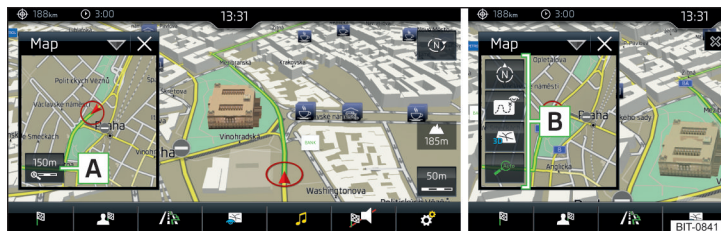

Fig. 238 Hartă în fereastra suplimentară
► Atingeți suprafața de comandă funcții **A** » fig. 238 în fereastra suplimentară.